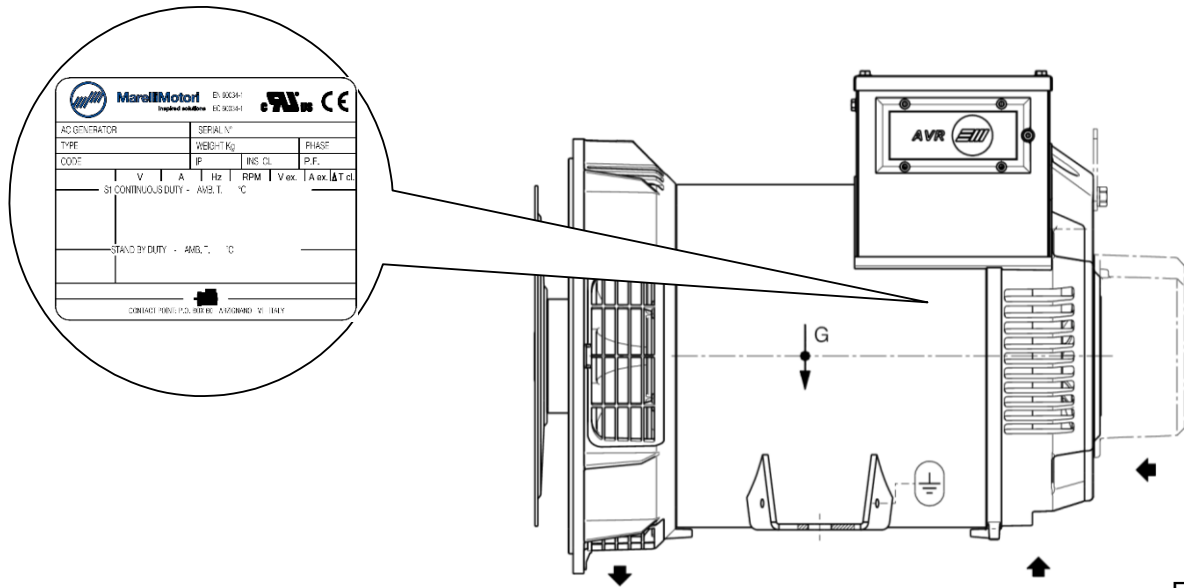

Fig. 21
9. Enlever la partie adhésive du support et l'appliquer tel qu'indiqué à la fig. 21 en appuyant dessus avec un rouleau en caoutchouc pour une meilleure adhérence.